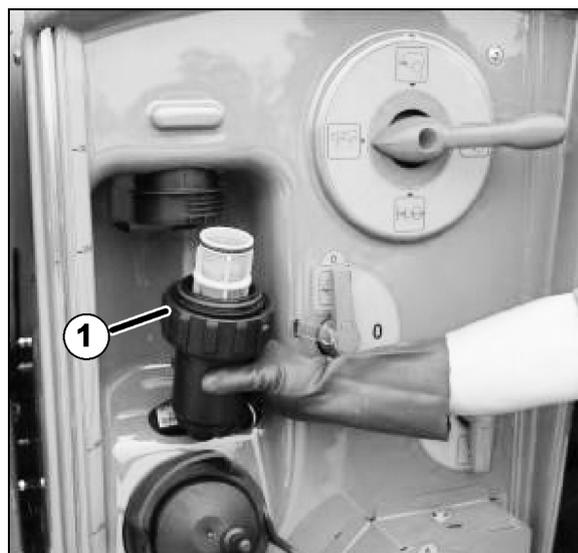

Fig. 154
2. Retirar el filtro de descarga (Fig. 154/1) y limpiar con agua.